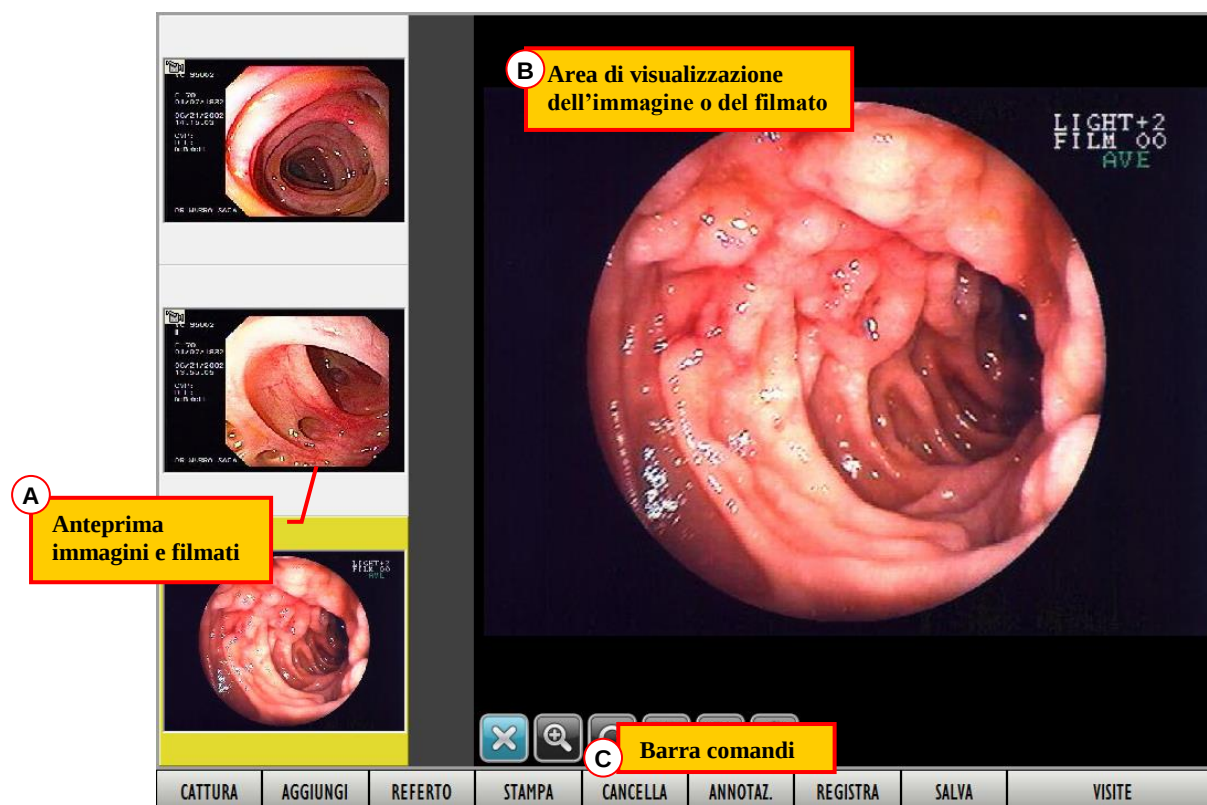
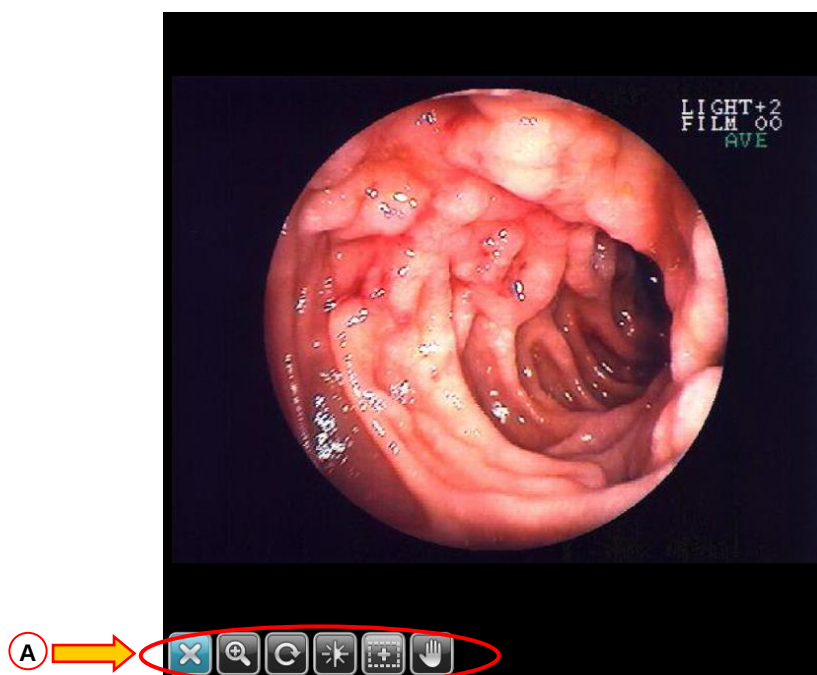

Fig 58 - Dettaglio visita, colonscopia
Fig 63 - Area di visualizzazione
- 1) l'area contenente le anteprime in piccolo (“thumbnail”) delle immagini o dei filmati (Fig 58 A);
- 2) l'area nella quale sono visualizzate in grande le immagini o i filmati (Fig 58 B);
- 3) la barra comandi (Fig 58 C).
La parte centrale della schermata permette di visualizzare in grande formato le immagini e i filmati selezionati (Fig 58 B, Fig 63).
Sono presenti, in basso a sinistra, dei pulsanti che permettono di operare sull'immagine e di cambiarne la visualizzazione (Fig 63 A).
Il pulsante selezionato è evidenziato in azzurro. In Fig 63, ad esempio, il pulsante selezionato è
La presenza o meno dei 6 pulsanti analizzati nel paragrafo precedente (indicati ad esempio in Fig 63) dipende dal formato del video che si sta riproducendo. Tali pulsanti sono presenti solo se il video è in formato DICOM.